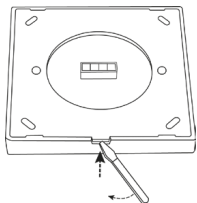

Рисунок 1. Отсоединение панели от основания.
- 3.2. Отсоедините лицевую панель от основания, аккуратно поддев ее плоской отверткой (Рис. 1).